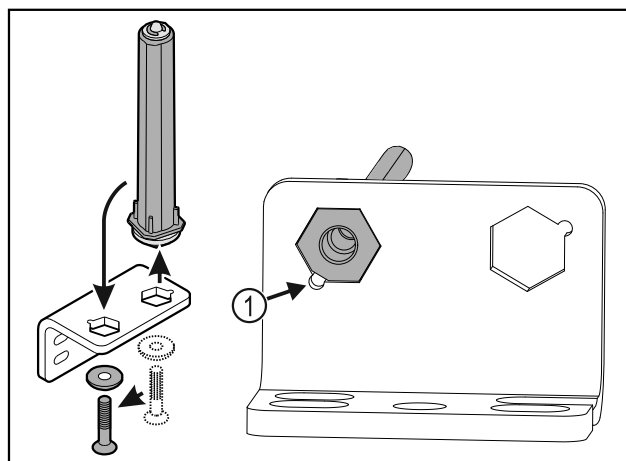

Fig. 19
- ▶ Uzmaniet, lai ievietošanas laikā tapas nošļaupums Fig. 19 (1) būtu vērsts pret apaļo caurumu.